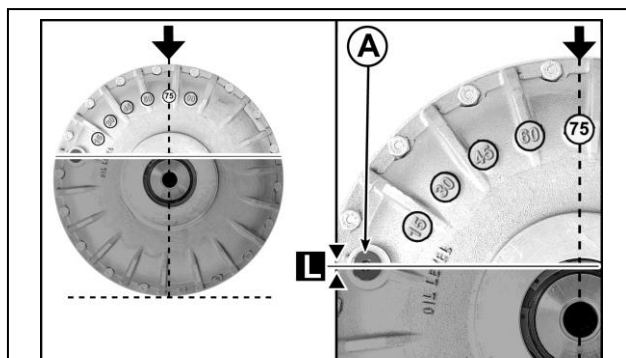
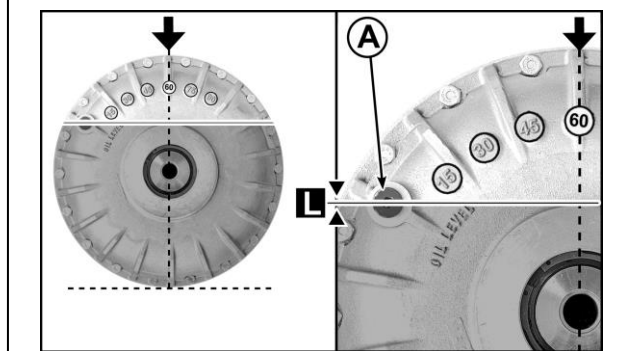

Fig. 20B
Fig. 20C
Per controllare il livello dell'olio idraulico, ruotare il giunto in posizione 75° (Fig. 20B) o 60° (Fig. 20C) in base al tipo di motore utilizzato, il livello (L) dell'olio deve essere in prossimità del foro di rabbocco (A). Se la macchina è equipaggiata con motore Honda GX390, il giunto va riempito a 75° (Fig. 20B), pari a 0,9 litri di olio.
Se la macchina è equipaggiata con motore Honda GX630 o Kubota D722, il giunto va riempito a 60° (Fig. 20C) pari a 1 litro di olio. Utilizzare olio idraulico ISO VG 22.